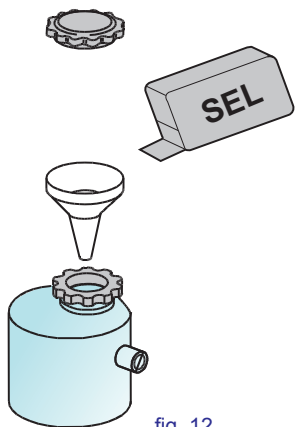

fig. 12
- Une fois que la cuve vide, contrôler et le cas échéant, rajouter du sel en veillant à ne pas le répandre de la cuve même. Une grosse concentration de sel dans la cuve peut compromettre le bon fonctionnement et la longévité de la machine. Remplir le réservoir spécial placé à l'intérieur de la cuve (voir fig. 12) avec du sel de cuisine (grains de 1-2 mm - capacité maximale du réservoir est de 500 gr.).